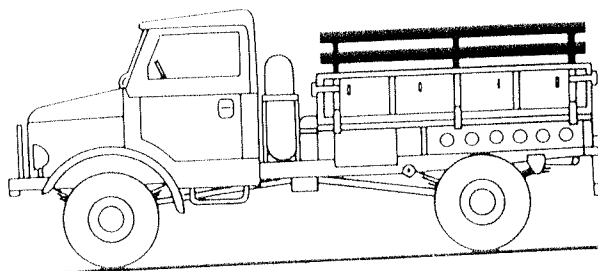

Abb. 14
2. Bordwandgitter aufstecken. (Abb. 14)